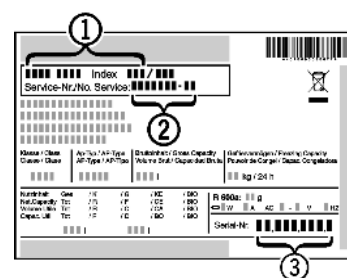

Fig. 11
Fig. 11 (1), service-nr. Fig. 11 (2) en serie-nr. Fig. 11 (3) van het typeplaatje aflezen. Het typeplaatje bevindt zich aan de linkerkant binnen in het apparaat.
- ▶ Contact opnemen met de Technische Dienst en het probleem, apparaataanduiding Fig. 11 (1), service-nr. Fig. 11 (2) en serie-nr. Fig. 11 (3) mededelen.